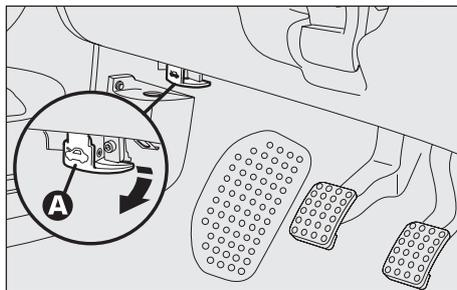

fig. 131
- tirare la leva di apertura (A-fig. 131) fino ad avvertire lo scatto di sgancio.